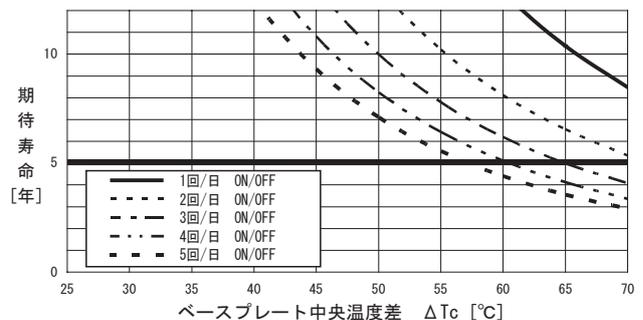

図6.1 熱疲労による期待寿命グラフ
- 図6.1に当社加速試験結果を元に算出した1日のON/OFF回数とベースプレート中央部温度差 $\Delta T_c$ に対する製品の期待寿命を示します。
- 無償補償期間5年ですが、図6.1に示す期待寿命が5年未満の場合、この寿命を無償補償期間とします。